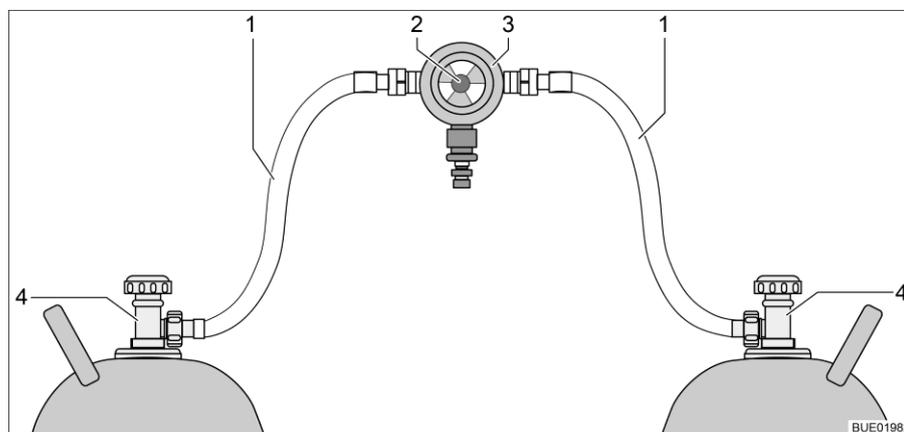
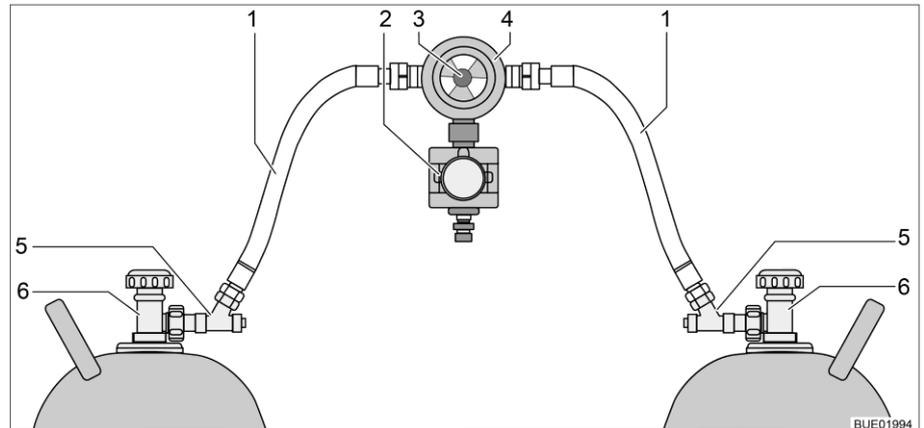

Fig. 63 Impianto di commutazione per bombole del gas
Fig. 64 Impianto di commutazione per bombole del gas con CPU
L'impianto di commutazione per bombole del gas è formato da un regolatore di pressione del gas combinato con valvola di commutazione e indicazione (Fig. 63,3). L'impianto di commutazione per bombole del gas è montato tra i due tubi del gas (Fig. 63,1).
L'impianto di commutazione per bombole del gas è formato da un regolatore di pressione del gas combinato con valvola di commutazione e indicazione (Fig. 64,4) e una elettrovalvola (Fig. 64,2). In caso di frenata brusca, incidente o inclinazione straordinaria, l'elettrovalvola blocca l'alimentazione del gas al veicolo. L'impianto di commutazione per bombole del gas è montato tra i due tubi del gas (Fig. 64,1) con dispositivi antirottura del tubo flessibile (Fig. 64,5).
Con la manopola (Fig. 63,2 o Fig. 64,3) sull'impianto di commutazione per bombole del gas è possibile stabilire quale delle bombole del gas viene utilizzata come bombola in uso e quale come bombola di riserva.
Sulla centralina di controllo (Fig. 65) possono venire azionate solo le funzioni elettriche. Le valvole principali di arresto delle bombole del gas (Fig. 63,4 o Fig. 64,6) devono essere aperte manualmente.
- Aprire le valvole principali di arresto delle bombole del gas (Fig. 63,4 o Fig. 64,6).
- Premere i dispositivi antirottura del tubo flessibile (Fig. 64,5) uno dopo l'altro per 10 secondi.
- Con la manopola (Fig. 63,2 o Fig. 64,3) sull'impianto di commutazione selezionare la bombola del gas, da cui deve provenire la principale alimentazione del gas (bombola in uso). Girare la manopola fino all'arresto.
- Chiudere le valvole principali di arresto delle bombole del gas (Fig. 63,4 o Fig. 64,6).